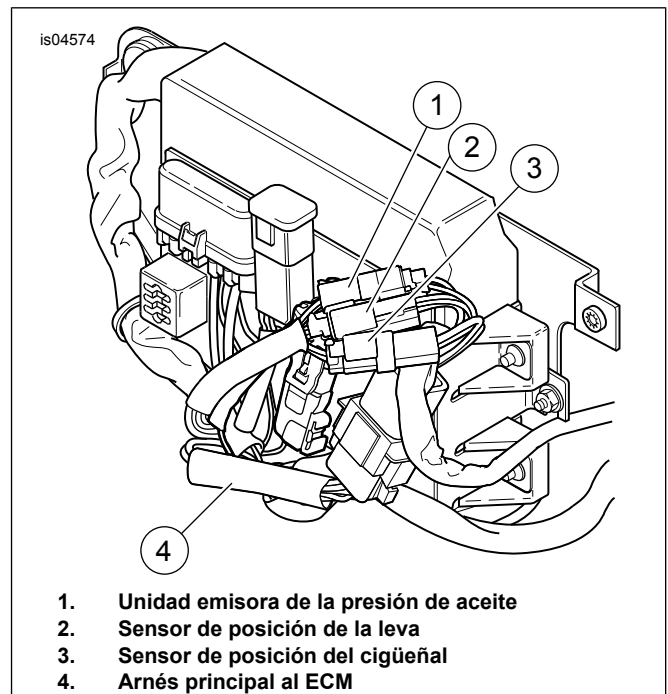
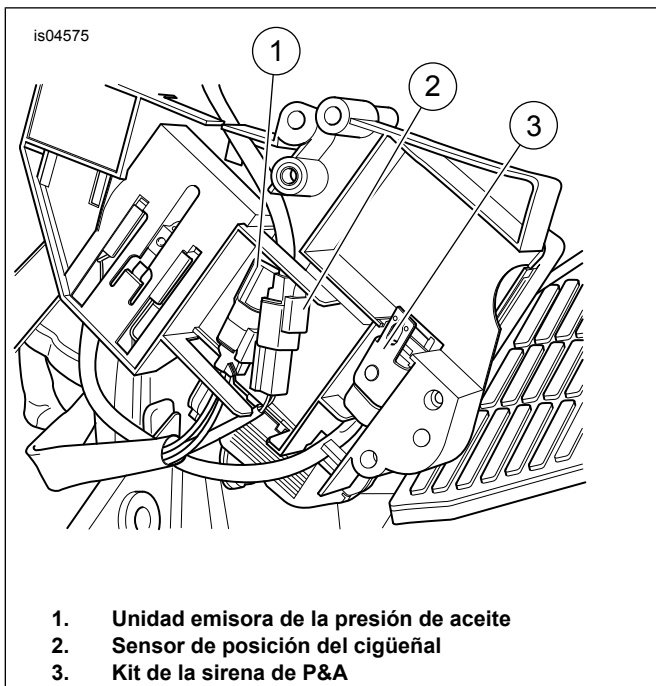
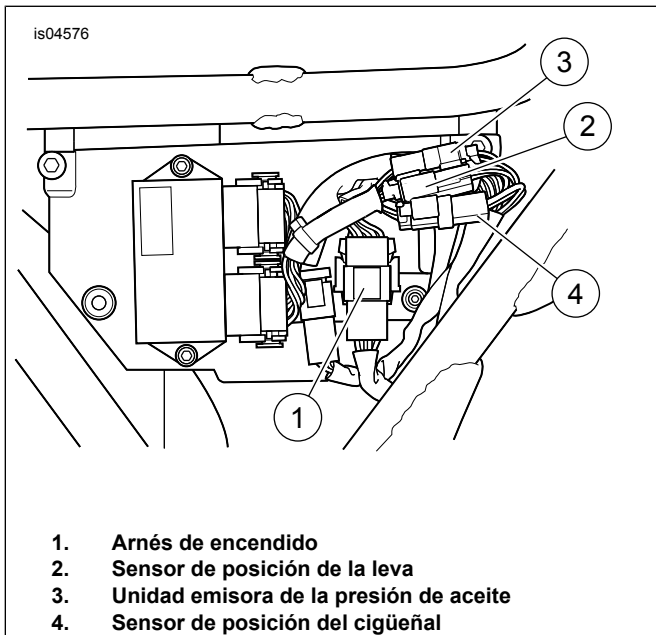

Figura 1. Pieza de soporte eléctrica: Modelos con inyección de combustible de 2000 y 2001 (Magnetti-Marelli)
Figura 2. Pieza de soporte eléctrica (ECM extraído): Modelos con inyección de combustible de 2002 y 2003 (Delphi)
Figura 3. Módulo de encendido: Modelos carburados
Para los modelos de 2002 y 2003: Vea la Figura 2. Quite los dos tornillos que aseguran el ECM y quite el ECM para tener acceso a la pieza de soporte eléctrica.
2. **Para los modelos de 2004 y posteriores:** Continúe en la sección **Indicadores**. **Para los modelos de 2000 a 2003:** Vea el modelo correspondiente en la Figura 1, la Figura 2 y la Figura 3 y localice el conector del arnés del sensor (conector mini-Deutsch® de 2 patillas).